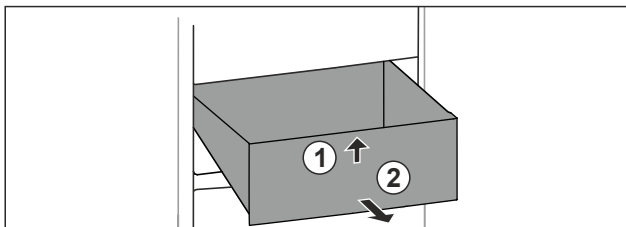

Fig. 92
- Lade aan de voorkant optillen. Fig. 92 (1)
- Lade naar voren toe verwijderen. Fig. 92 (2)